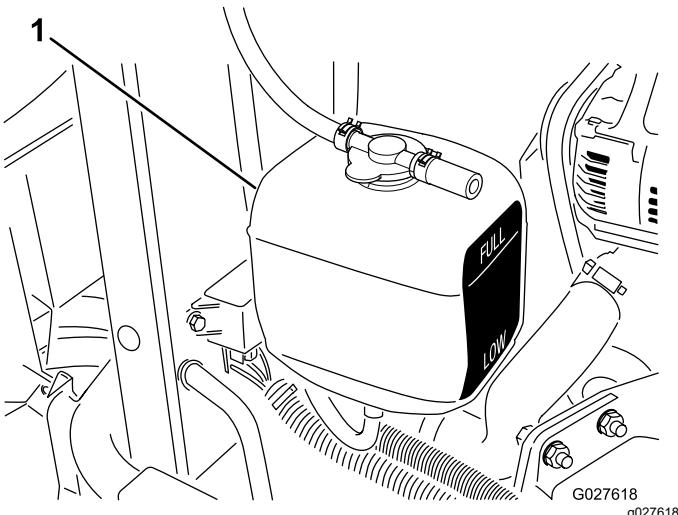

Figura 81
3. Compruebe el nivel de refrigerante del depósito de expansión (Figura 81).